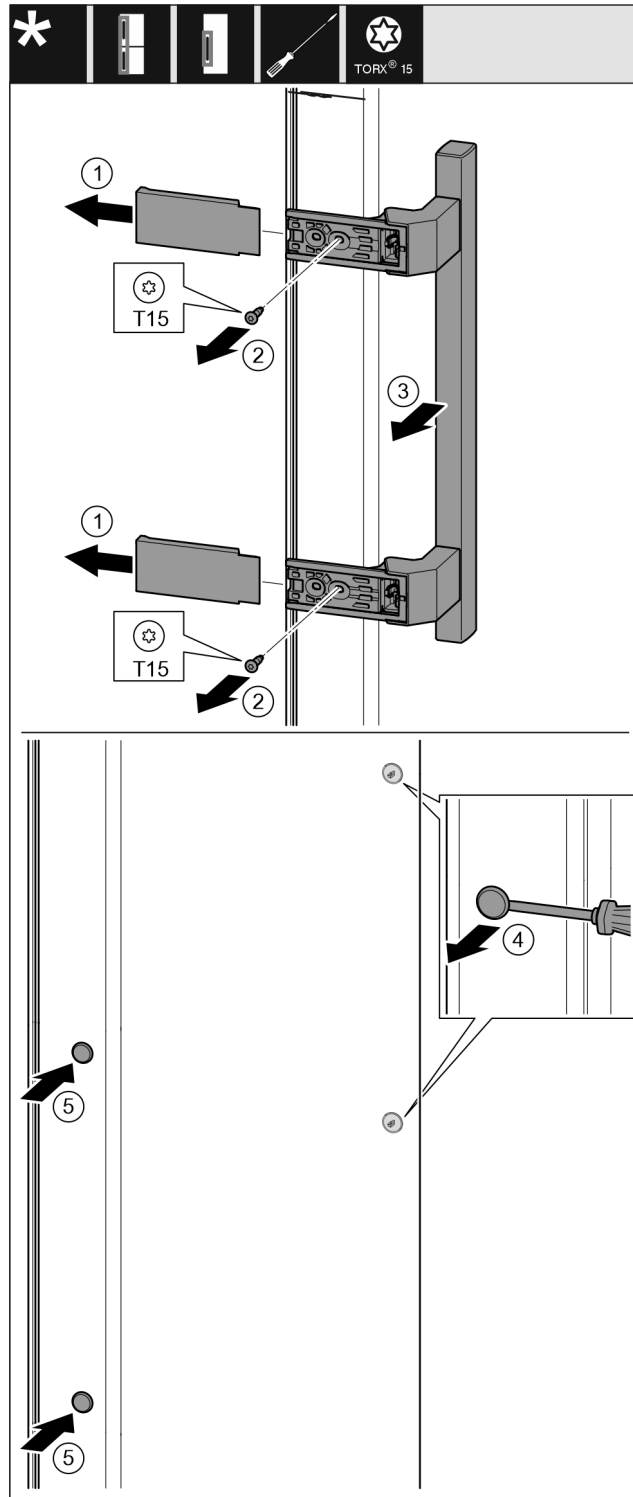

Fig. 16
- ▶ Dra bort skyddet. Fig. 16 (1)
- ▶ Skruva ut skruvarna med en skruvmejsel T15. Fig. 16 (2)
- ▶ Ta bort handtaget. Fig. 16 (3)
- ▶ Bänd försiktigt upp pluggarna på sidan med en spårskruvmejsel och dra ut dem. Fig. 16 (4)
- ▶ Sätt in pluggarna på andra sidan igen. Fig. 16 (5)